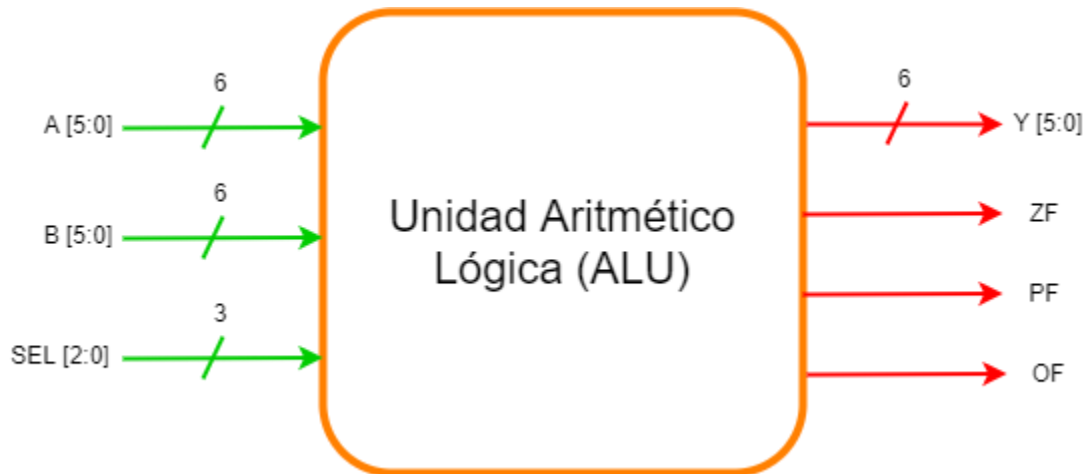

Figura 1. Diagrama de entradas y salidas del sistema a diseñar
- El circuito deberá tener únicamente tres entradas y cuatro salidas. Las tres entradas serán nombradas A, B y SEL y las salidas deberán llamarse Y, ZF, PF y OF. En la Figura 1, se muestra el diagrama de entradas y salidas del circuito de unidad aritmético lógico.